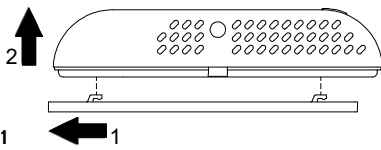

Fig. 1
- Desenganche la placa unida a la base del dispositivo empujándolo hacia la izquierda y haciéndolo de esta manera desenganchar los dientes indicados en la Fig. 1.